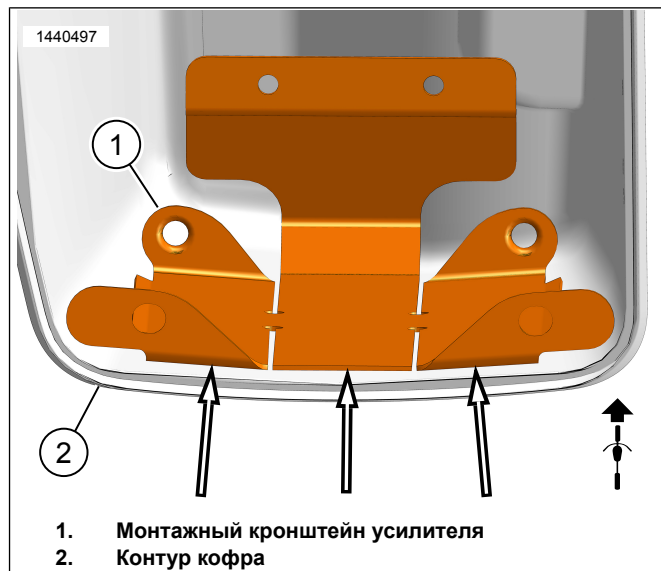

Рисунок 13. Контур кофра
- b. См. рис. 13. Используйте пазы в монтажном кронштейне (1), чтобы изогнуть его и подогнать под контур кофра (2) без раскачивания. Это обеспечит лучший контакт и сцепление с лентой. Пока не снимайте ленту.